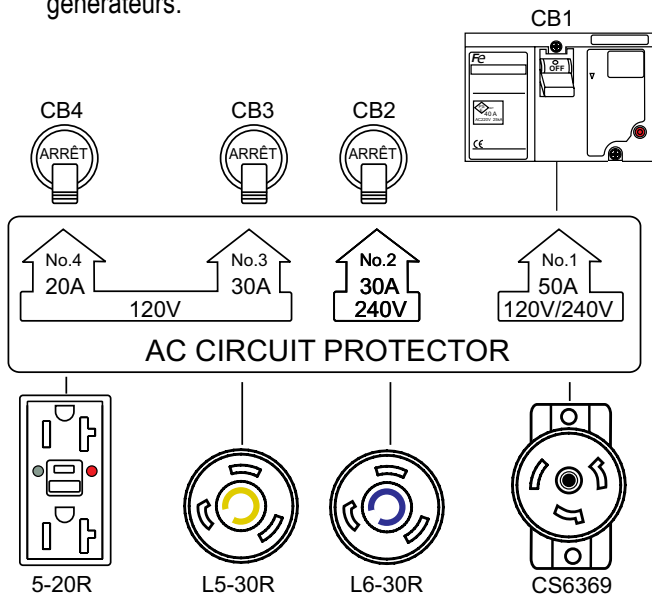

Figure 19. Disjoncteurs
1. Un disjoncteur **principal** à 3 pôles de 50 amps est fourni pour protéger le soudeur-générateur (Figure 19) de la surcharge. En outre, trois disjoncteurs sont prévus pour protéger le GFCI et les prises auxiliaires contre les surcharges. S'assurer de mettre **tous** les disjoncteurs dans la position d'arrêt avant de démarrer les soudeurs-générateurs.